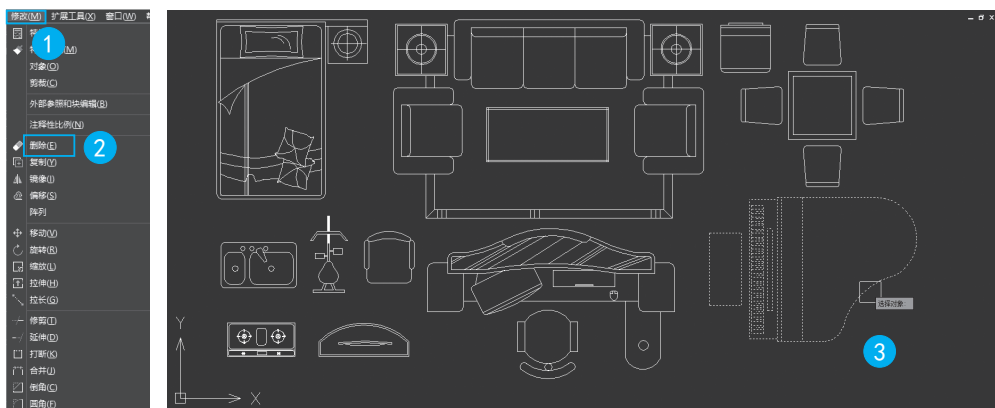
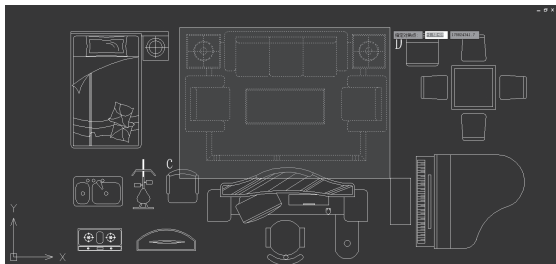
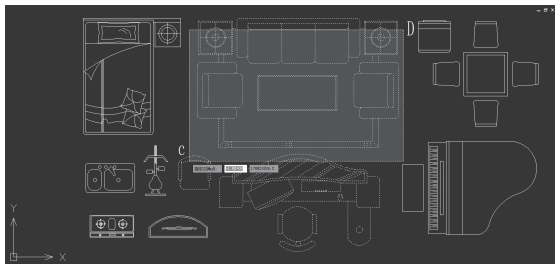
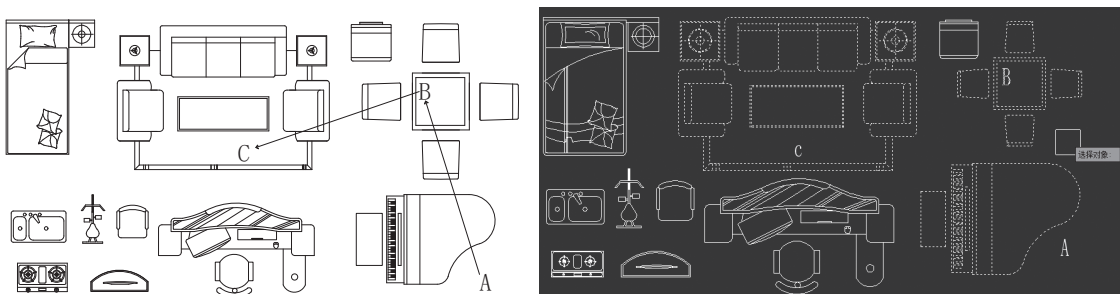

图 1-17 拾取命令
图 1-19 从左向右选为窗选
图 1-20 从右向左选为交叉选
图 1-21 栅选
(1) 调整视图：双击鼠标滚轮执行“范围缩放”命令，使图形居中并占满整个屏幕。
(2) 单击修改工具栏的“删除”命令图标，或在命令行输入“E”后按回车，启动“删除”命令。
(3) 此时绘图区的光标变成小方块，命令行提示“选择对象”，将光标移动到“钢琴”上单击，“钢琴”被选中并呈灰色显示，如图 1-17 所示，按回车键确认选择，“钢琴”即被删除。
(1) 调整视图至图 1-17 所示状态。
(2) 启动“删除”命令，查看命令行提示。
(3) 在【选择对象】提示下，从左下 C 点向右上 D 点拖动光标，形成蓝色透明实线窗口，如图 1-19 所示。其中“餐桌”完全位于窗口内，将被选中；“钢琴”“沙发”等与窗口相交，则不被选中。按回车键确认选择后，“餐桌”即被删除。
(4) 按【Ctrl+Z】组合键执行“放弃”命令。
(2) 启动“删除”命令，命令行出现“选择对象”提示。
(3) 如图 1-20 所示，从右上 D 点向左下 C 点拖动光标，形成绿色透明虚线窗口。“茶几”完全在窗口内，“沙发”“钢琴”等与窗口相交，这些对象均会被选中。按回车键确认选择后，被选中的对象即被删除。
- (1) 调整视图至图 1-17 所示状态。
- (2) 在命令行输入“E”后按回车键，启动【删除】命令。
- (3) 在【选择对象】提示下，输入“F”后按回车键。
- (4) 在【指定第一个栏选点或拾取/拖动光标：】提示下，在 A、B、C 处依次单击，拉出如图 1-21 所示的虚线。由于虚线与“餐桌”“钢琴”“书桌”相交，按回车键确认后，这 3 个对象呈灰色显示（被选中）。
- (5) 在【选择对象：】提示下，按回车键确认，被选中的图形即被删除。
- (6) 按【Ctrl+Z】组合键执行【放弃】命令。